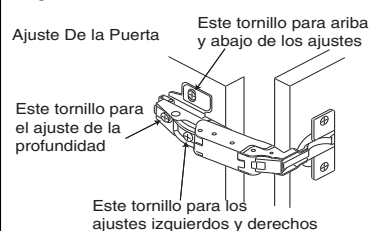

Fig. 9
- Soportes del estante en cada final de la localizacion del estante. (Fig. 9)
- Estantes determinados en lugar en los soportes del estante y empujan hacia abajo a la cerradura en lugar. (Fig. 9)